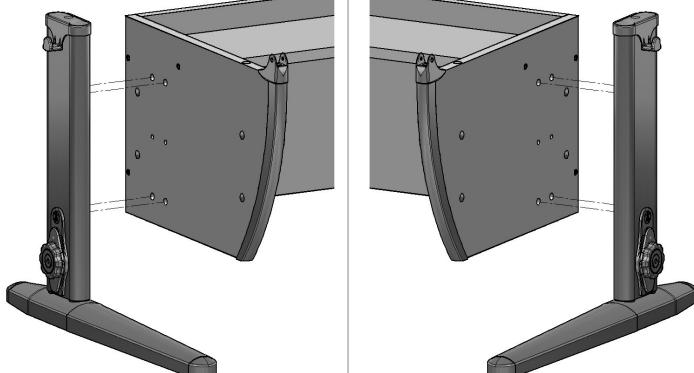

Рис. 6
- 4.3.1. Вставить левую стойку (сборка по п. 4.2.) в основание стола (сборка по п. 4.1.) согласно рис. 6.